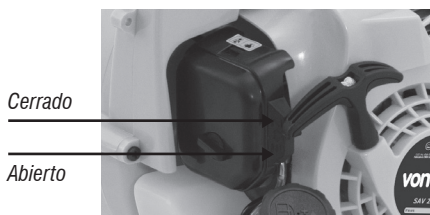

Fig. 7 – Ahogador
El ahogador es utilizado para promover una mezcla más rica de combustible en el momento del arranque. La manopla del ahogador debe estar en la posición CERRADO durante el arranque del mismo. Después de que el soplador/aspirador entra en funcionamiento, la manopla debe ser movida para la posición ABIERTO lentamente, según muestra la Fig. 7.
3. Mueva la palanca del ahogador para la posición CERRADO*, Fig. 7;